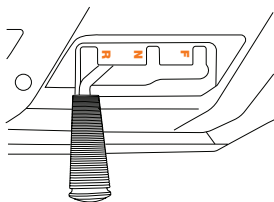

Рис. 12
- Установите нейтральную передачу «N» на рычаге переключения передач **3** (Рис.12).
- Установите переднюю передачу «F» на рычаге переключения передач (Рис. 12).
- Установите переднюю передачу «F» На рычаге переключения передач (Рис. 12).
- Установите заднюю передачу «R» на рычаге переключения передач (Рис. 12).
- Установите нейтральную передачу «N» (Рис. 12).